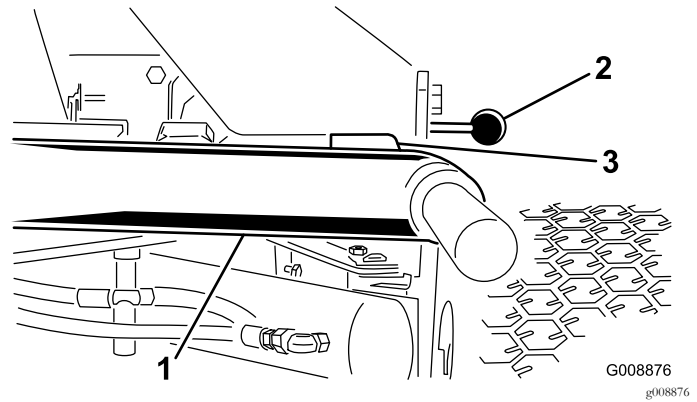

Figure 25
1. Démarrez le moteur, élevez les bras de levage et vérifiez qu'un espace de 5 à 8 mm sépare chaque bras de levage du support du panneau de plancher (Figure 25).